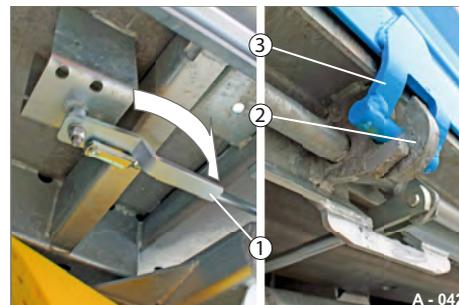

Abb. 50 Zentralverriegelung verriegelt
- ▶ Drücken Sie den Hebel (Abb. 50/1) bis
Alle Verriegelungs-Haken (Abb. 50/2)
(Abb. 50/3) und drücken die Heck-
Alle Verriegelungs-Haken (Abb. 50/2) greifen in die Verriegelungs-Lappen (Abb. 50/3) und drücken die Heck-Bordwand zu.